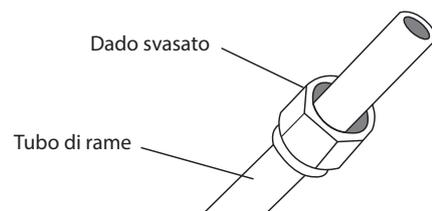

Fig. 7.3
3. Disporre un dado svasato a ogni estremità del tubo. Accertarsi che i dadi siano rivolti nella direzione corretta, perché dopo la svasatura non sarà più possibile applicarli o cambiarne la direzione. Vedere la Fig. 7.3.